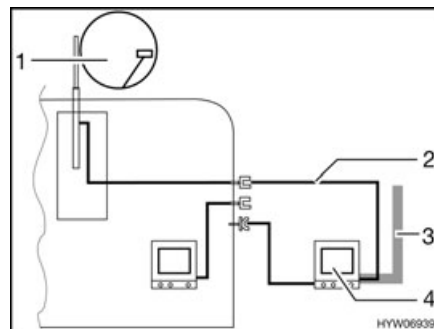

Fig. 82 TV nella tenda veranda
- TV nella tenda veranda (Fig. 82,4): Collegamento all'antenna del tetto (Fig. 82,1) con cavo di collegamento (Fig. 82,2)
- TV nella tenda veranda (Fig. 82,4): Collegamento a antenna esterna (Fig. 82,3)